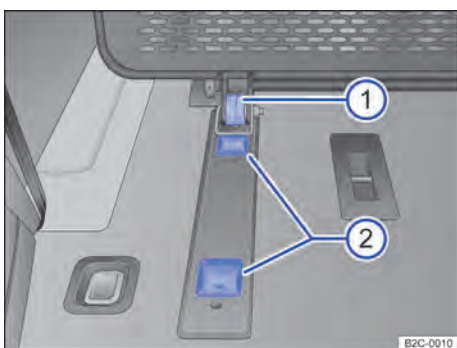

Abb. 156 Im Laderaum: Untere Verankerung.
2. Verstellbare Trennwand unten mit der Rolle → Abb. 156 ① in die hintere Vertiefung in der Verankerung ② schieben.
2. Verstellbare Trennwand unten mit der Rolle → Abb. 156 ① in die vordere Vertiefung der Verankerung schieben → Abb. 156 ②.